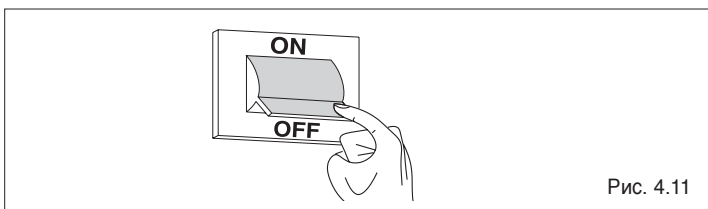

Рис. 4.11
- Убедитесь, что при отключении электропитания общим выключателем происходит полная остановка котла (Рис. 4.11);